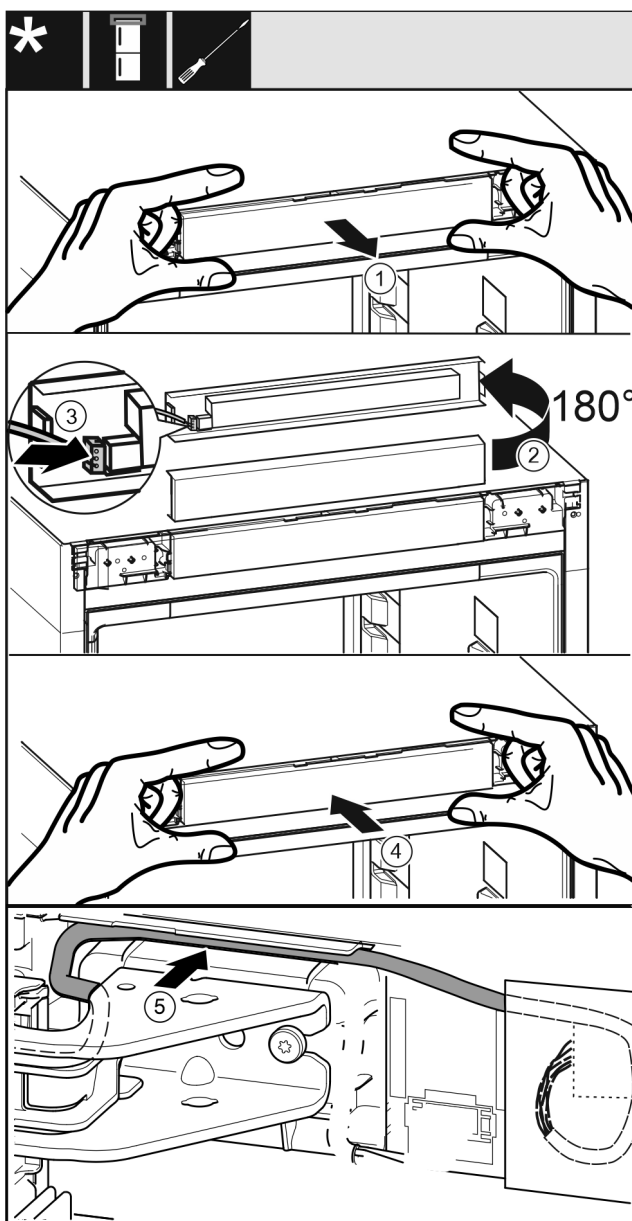

Fig. 62
- ▶ Estrarre con cautela la maschera di comando Fig. 62 (1).
- ▶ Ruotare la maschera di comando Fig. 62 (2) di 180° verso l'alto.
- ▶ Innestare la spina Fig. 62 (3) nella maschera dell'elemento di comando.
- ▶ Innestare di nuovo la maschera di comando Fig. 62 (4) sull'apparecchio.
- ▶ Posare con cautela il cavo Fig. 62 (5) nella guida sopra il blocco di supporto superiore.